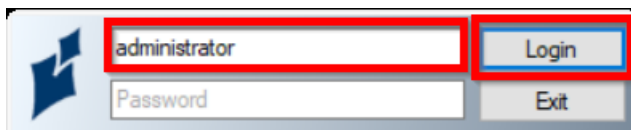

Figure 20. La boîte de nom d'utilisateur/mot de passe dans Progeny Imaging.
- Une boîte de dialogue « nom d'utilisateur/mot de passe » s'affiche. Cliquer sur la case « Nom d'utilisateur » et taper « administrateur », puis cliquer sur le bouton « Connexion ». Aucun mot de passe n'est nécessaire. Voir la figure 20 ci-dessous.